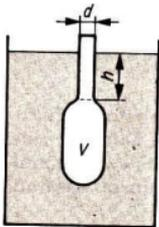

Bild 33
- 4.11 Ein Aräometer (Bild 33) mit der Masse m taucht in eine Flüssigkeit der Dichte ρ ein. Berechnen Sie die Eintauchtiefe h .